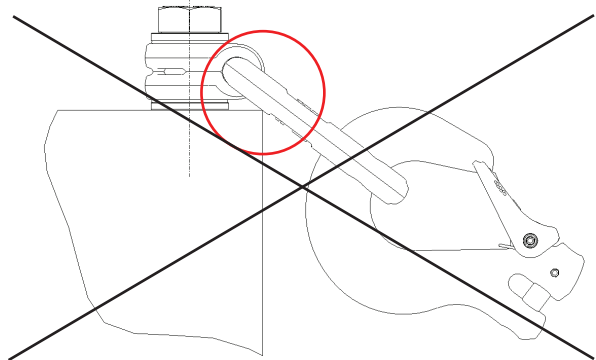

Imagen 1: Apoyo prohibido en cantos o aristas.
- El estribo debe tener libre movimiento y no se debe apoyar en cantos o aristas (imagen 1).